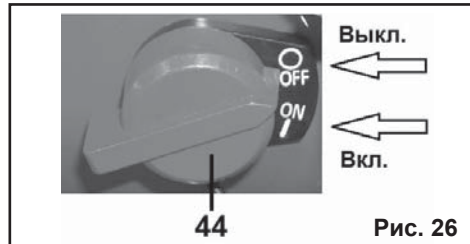

Рис. 26
- переведите выключатель двигателя (44) в положение «OFF» (**Выключено**) (Рис. 26).
8.5.8. Для того чтобы остановить двигатель, переведите рычаг привода управления оборотами (43) в положение холостого хода (Рис. 21), после чего переведите выключатель двигателя (44) в положение «OFF» (**Выключено**) (Рис. 26).